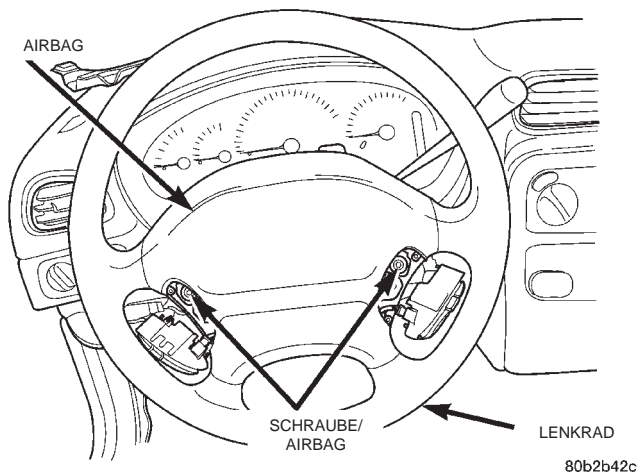

Abb. 10 Befestigungsschrauben/Airbag
(10) Die beiden Schrauben lösen, mit denen der Airbag am Lenkrad befestigt ist (Abb. 10).
(23) Airbag in der Mitte des Lenkrads einbauen. **Ausschließlich die beiden Originalschrauben oder identische Original-Ersatzteile** in den Airbag eindrehen (Abb. 10). Die beiden Befestigungsschrauben mit einem Anzugsmoment von 8 N·m (75 in. lbs.) festziehen.